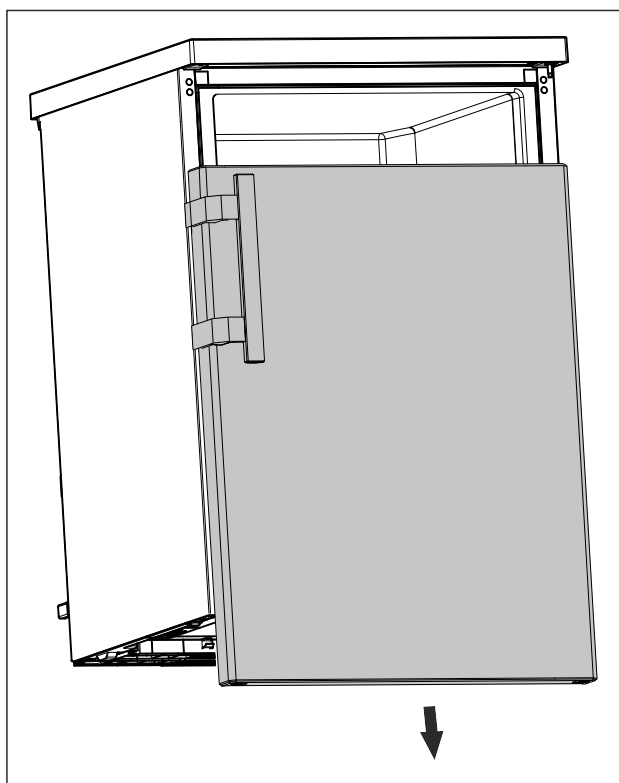

Fig. 12
- ▶ Verwijder de deur naar beneden. (zie Fig. 12)